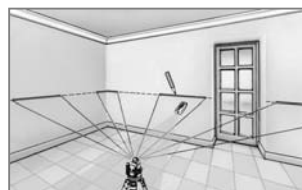

Fig. 1
- Para medições mais exactas não mover o aparelho. Utilizar o SensoCommander (Fig.1).